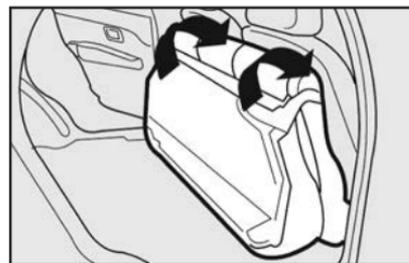

fig. 104
5) Em seguida, rebater o banco traseiro inteiro para a frente de maneira a obter uma única superfície de carga fig. 104.
### Para repor o banco na posição normal - fig. 104: